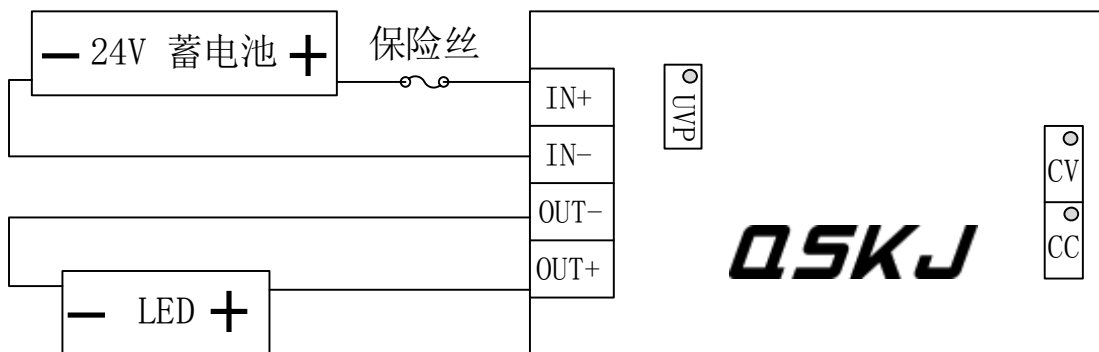

图 14
6. 去掉可调电源，输出接上 LED，然后输入在接入 24V 蓄电池即可正常工作。（如图 14 所示）